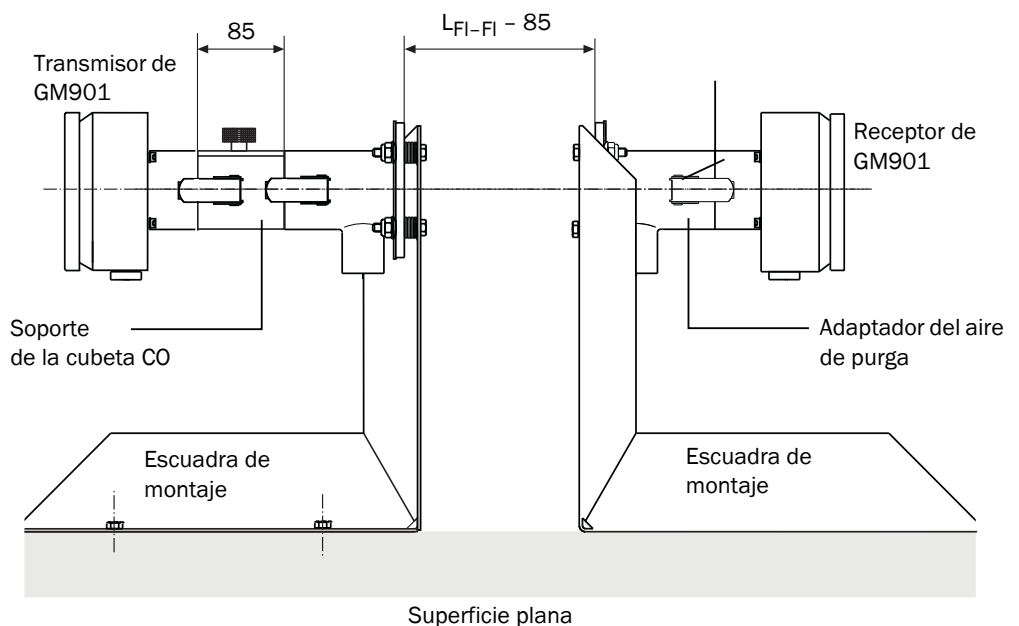

Fig. 26 Ruta de comparación del punto cero de GM901
- Ajuste la escuadra de montaje a la medida de brida – brida (portacubetas) menos 85 mm de la ruta de medición del conducto como indicado en la Fig. 26.